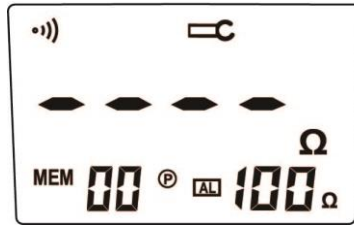
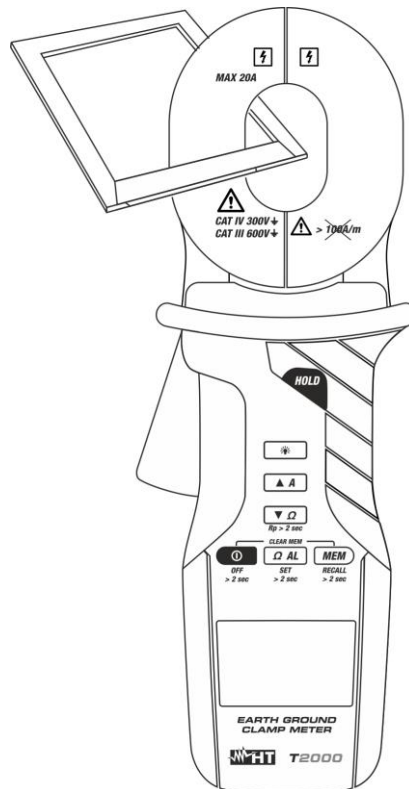

Fig. 7
Fig. 8: Medida de Resistencia del anillo de prueba
3. Abra el toroidal suavemente (en el visualizador se mostrará la pantalla de Fig. 7) e inserte en anillo de prueba en dotación (vea la Fig. 8).
3. Abra el toroidal suavemente (en el visualizador se mostrará la pantalla de Fig. 7) e inserte el dispersor en examen y lea el resultado en pantalla.